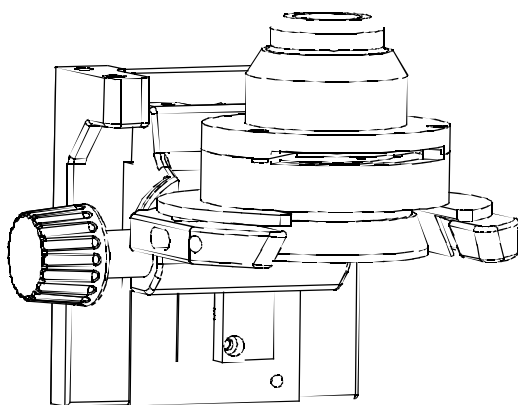

Рис.5
(3) Если вы выбираете конденсор темного поля для наблюдения, вам необходимо отрегулировать центр конденсора для симметричного освещения. Если вы выбираете масляный конденсор в темном поле для наблюдения, вам нужно положить немного анизолы, чтобы заполнить пространство между образцом и конденсором для наблюдения в темном поле, как показано на рис.5.